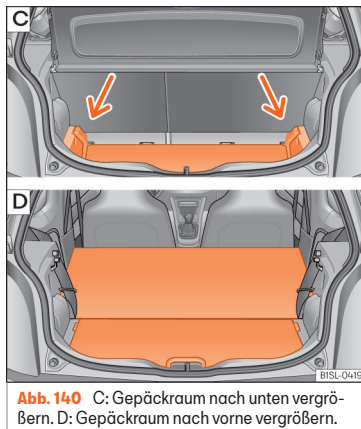

Abb. 140 C: Gepäckraum nach unten vergrößern. D: Gepäckraum nach vorne vergrößern.
- Den Gepäckraumboden anheben und in der Schiene nach unten drücken »» **Abb. 140 C** (Pfeile).